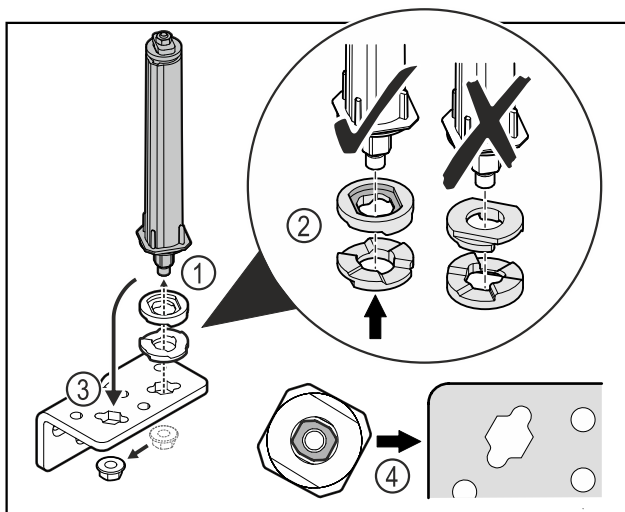

Fig. 46
- Відкрутити гайку і зняти систему запирання дверей Fig. 46 (1).
- Слідкувати за правильним розташуванням шайб для регулювання висоти Fig. 46 (2).
- Переставити систему запирання дверей у шарнірному кутику і зафіксувати гайкою Fig. 46 (3).
- Під час встановлення слідкувати за правильною орієнтацією системи запирання дверей Fig. 46 (4).